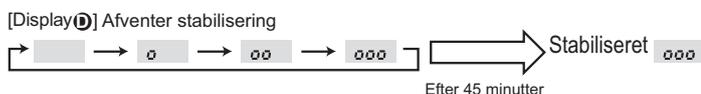

Fig. 9-3
- 3 Tryk på **FILTER** (←) -knappen for at bekræfte indstillingen. (Fig. 9-3)